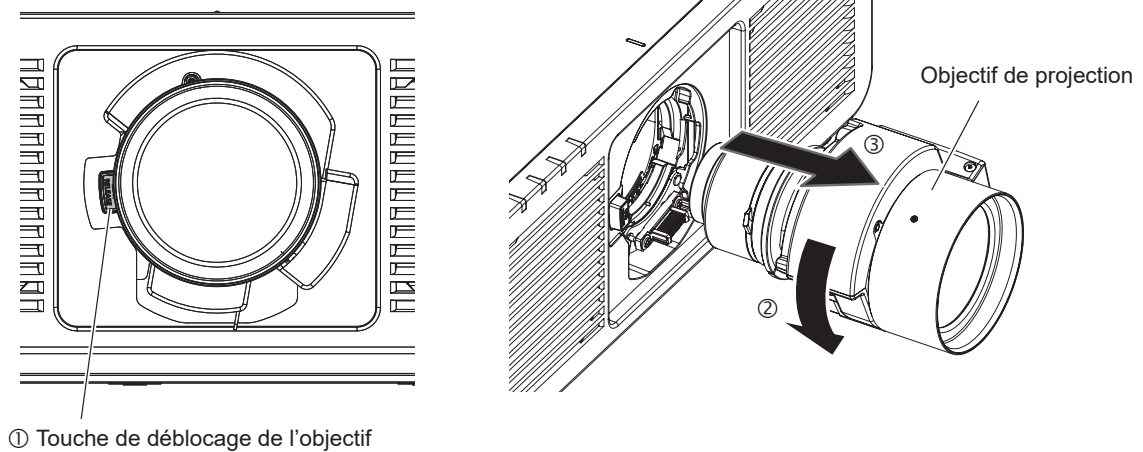

Fig. 2
- 2) Tout en appuyant sur la touche de déblocage de l'objectif (①), tournez l'objectif de projection dans le sens inverse des aiguilles d'une montre (②) au niveau de l'extrémité et retirez-le (③). (Fig. 2)